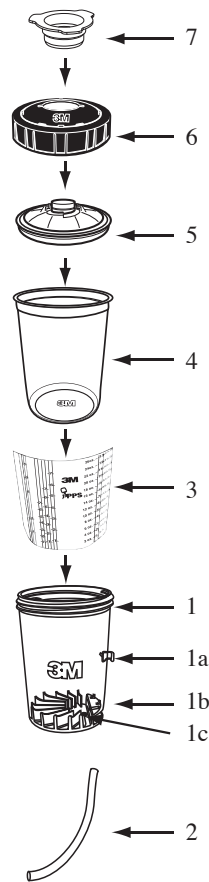

Figure 2
- N'utiliser que des pièces et des accessoires 3M d'origine. Référence, figure 2, liste des composants.